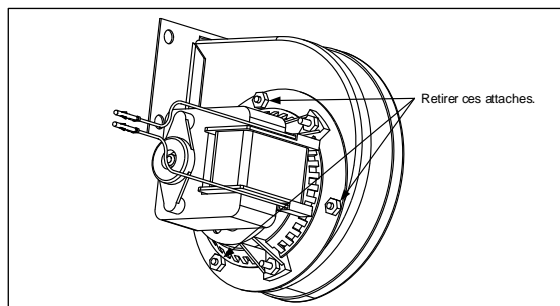

Figure 2
2. Veuillez retirer les trois attaches qui fixent l'ensemble du moteur du ventilateur sur son boîtier et séparer les deux composants. (voir Figure 2)